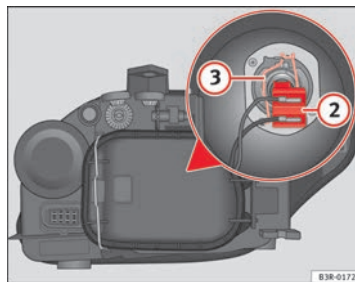

Fig. 208 Luz de cruce
- Extraiga el conector ⇒ fig. 208 ② de la lámpara tirando de él.
- Desenganche el resorte retentor ⇒ fig. 208 ③ presionándolo hacia dentro y a la derecha.